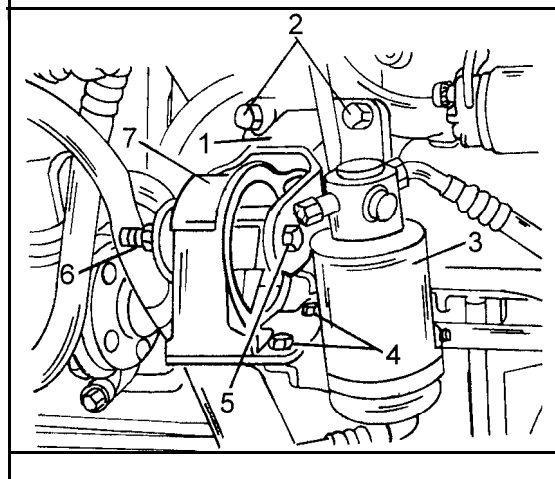
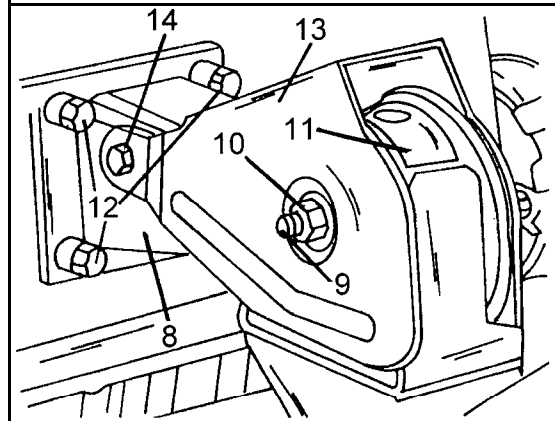

Bild 90
Bild 91
Ansicht der Motoraufhängung an der Vorderseite. Die Zahlen werden in Bild 91 fortgesetzt.
Von vorn gesehen sitzt die in Bild 90 gezeigte Motoraufhängung in der Mitte, unmittelbar hinter dem Mercedes-Stern. Die in Bild 91 gezeigte Aufhängung kann rechts vorgefunden werden (links in Fahrtrichtung). Beim Erneuern der Aufhängungen folgendermassen vorgehen. Die Arbeitsbeschreibung gilt ebenfalls zur Erneuerung der Motoraufhängungsträger, falls diese ausgebaut werden sollen. Ein Flaschenzug oder Handkran muss zum Anheben des Motors zur Verfügung stehen.
● Den Flüssigkeitsbehälter (3) in Bild 90 vom Aggregatträger abschrauben, ohne die Kühlmittelleitungen abzuschliessen, und vom Motor abheben (nur bei eingebauter Klimaanlage).
● Den hinteren Motorträger ausbauen (siehe Bild 91).